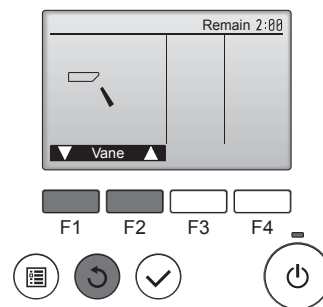

Fig. 7-4
- 2 Druk op de toets [SELECTEREN] om het scherm voor waaierinstelling (Vane) weer te geven en druk op de functietoetsen [F1] en [F2] om de automatische waaierinstelling te controleren. (Fig. 7-4)